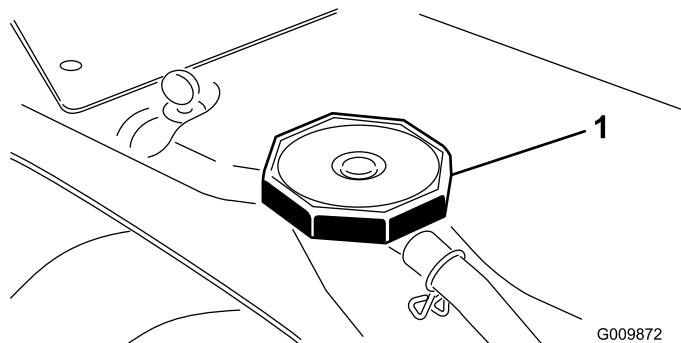

Figura 27
1. Retire con cuidado el tapón del radiador (Figura 27).